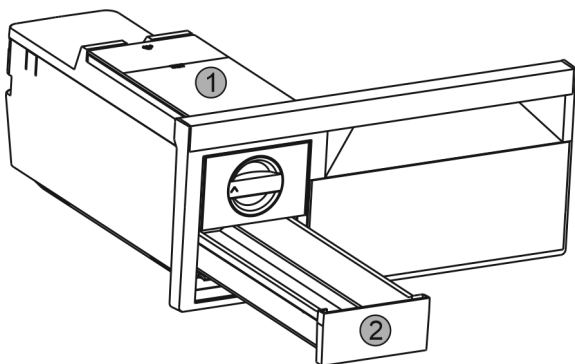

Fig. 49
- Odstranite rezervoar za vodo Fig. 49 (1) in predal za led Fig. 49 (2).